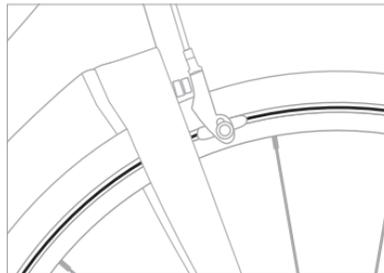

Рисунок 2.1. Индикатор износа на алюминиевом ободе.
- Неглубокая канавка по всей окружности обода (рисунок 2.1). Если канавка перестает быть заметной на любом участке, замените обод.